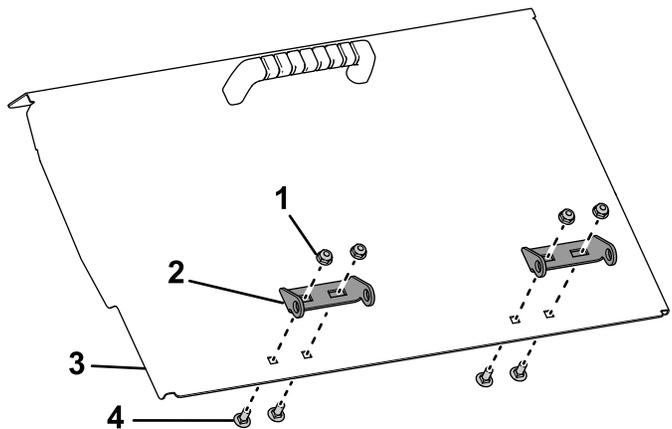

Figura 7
- Instale la bisagra en la puerta de la tolva usando los pernos de cuello cuadrado ($\frac{1}{4}$ " x $\frac{5}{8}$ "") y las contratuercas suministrados (Figura 7).